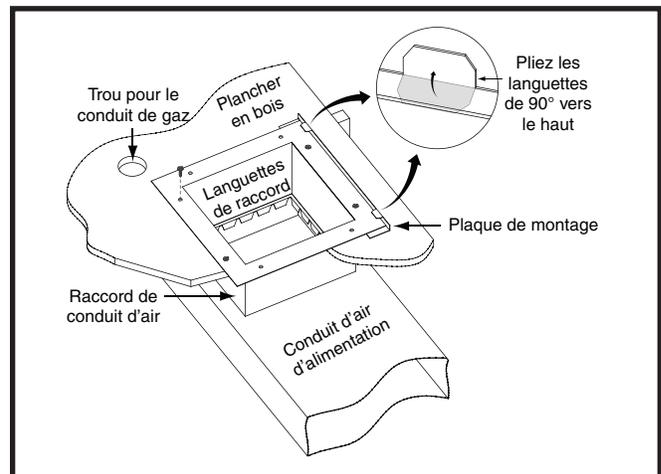

Figure 8. Raccord de conduit standard installé
- Marquez l'emplacement de l'ouverture du conduit d'alimentation en air en tirant un trait autour des languettes du raccord de conduit. Consultez la Figure 8 \(page 7\).
- Installez la plaque de montage sous la surface arrière du raccord de conduit tel qu'illustré à la Figure 8. Alignez les trous pour vis dans les deux composantes.